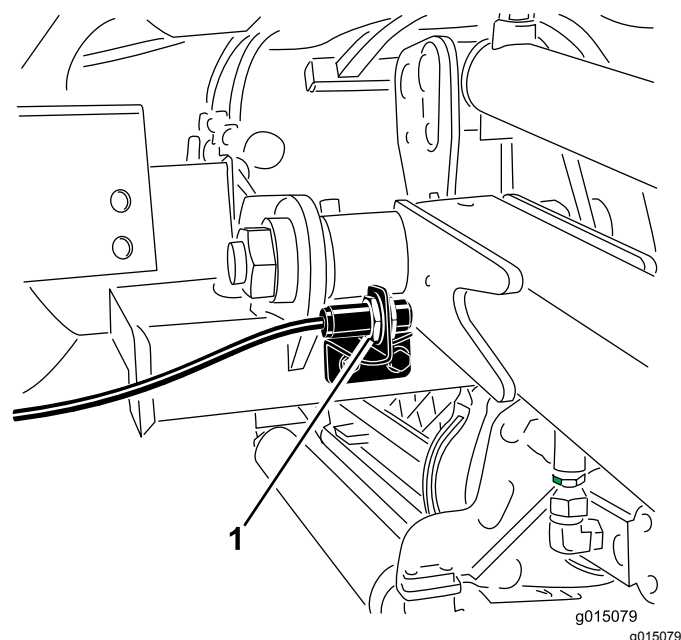

Рисунок 59
2. Переключатель подъемного рычага расположен позади переднего правого подъемного рычага (Рисунок 59).
3. Ослабьте крепежные винты переключателя (Рисунок 59) и переместите переключатель вверх, чтобы увеличить высоту поворота подъемного рычага, или переместите переключатель вниз, чтобы уменьшить высоту поворота подъемного рычага.